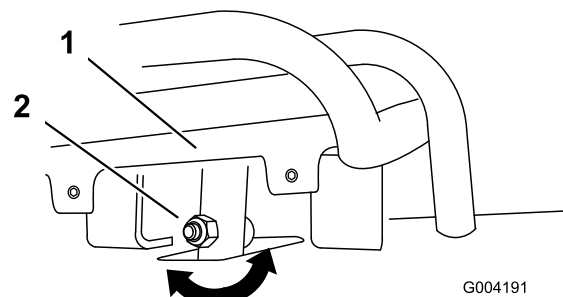
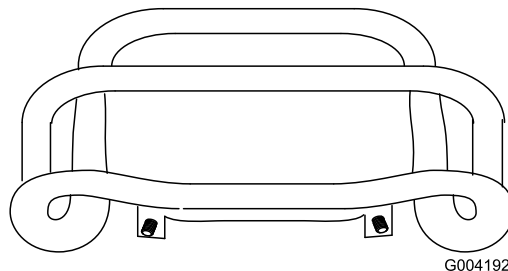

Figure 52
Figure 53
de référence, desserrez l'écrou et le boulon à embase de la tige de la commande de déplacement (Figure 52).
5. Réglez la commande de déplacement de sorte qu'elle soit de niveau et en appui contre la barre de référence lorsqu'elle est tirée tout droit en arrière (Figure 52 et Figure 53).
- C. Desserrez l'écrou et le boulon à embase dans la tige de la commande de déplacement (Figure 52).
- I. Réglez la commande de déplacement de sorte qu'elle soit de niveau et en appui contre la barre de référence lorsqu'elle est tirée tout droit en arrière (Figure 52 et Figure 53).